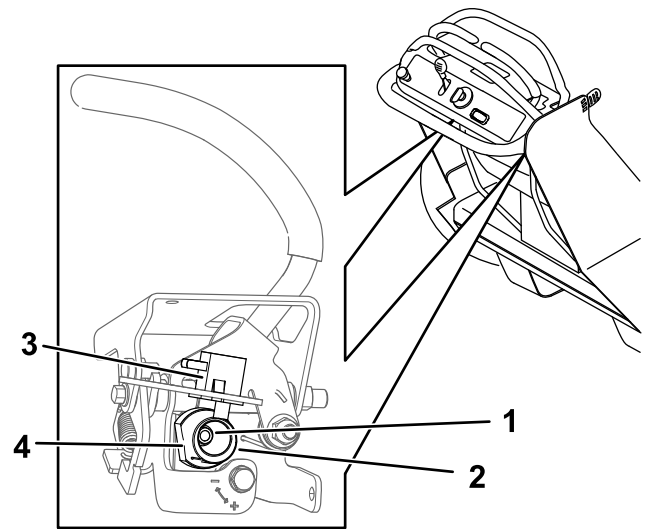

Figure 61
5. Desserrez l'écrou qui retient la came du levier de commande de déplacement que vous voulez régler (Figure 61).
6. Ajustez la came jusqu'à ce qu'elle s'aligne sur l'autre levier de commande de déplacement, puis serrez l'écrou de la came (Figure 61).
Important: Ne tournez pas le méplat de la came au-delà de la verticale. Le contacteur de la commande de présence de l'utilisateur ne doit jamais toucher le méplat de la came (Figure 61).